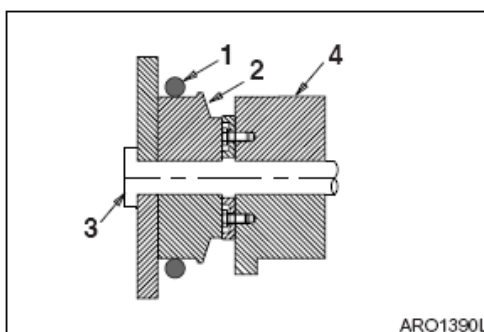

Figura 96
2. Deslice la junta tórica usada (1, Figura 96) hasta el saliente (2) de la bisagra de la cuchara (3). Retire la bisagra y mueva el mango de la pala o la articulación de la cuchara (4) para separarlos.
4. Vuelva a alinear el mango de la pala o la articulación con respecto al orificio del gozne de la cuchara e inserte dicho gozne (3, Figura 96).